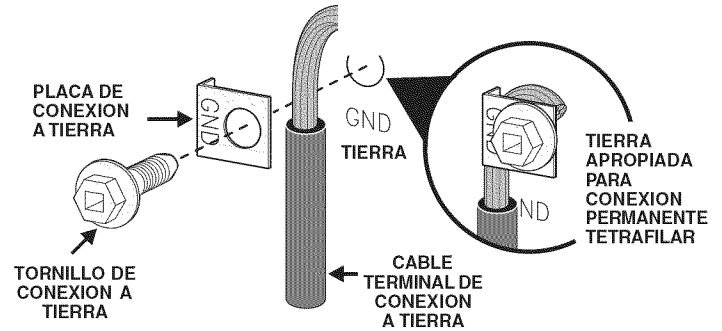

Fig. 32
4. **(Conexión permanente tetrafilar SOLAMENTE)** Conecte el alambre terminal de puesta a tierra (Verde) al marco del electrodoméstico usando el tornillo y la placa de conexión a tierra, como se muestra en la Fig. 32. Asegúrese de instalarlo usando el mismo agujero del marco donde estaba originalmente instalado el tornillo de tierra.
Antes de conectar el gas a la estufa, revise los dibujos de las ubicaciones sugeridas para la fuente de alimentación (Figs. A, B y D). Para evitar fugas, aplique compuesto sellador para juntas en todas las roscas machos (exteriores) de la tubería. El regulador de presión se encuentra en la parte trasera inferior izquierda de la estufa (Ver Fig. 32). Para instalar el suministro de gas proceda de la manera siguiente: